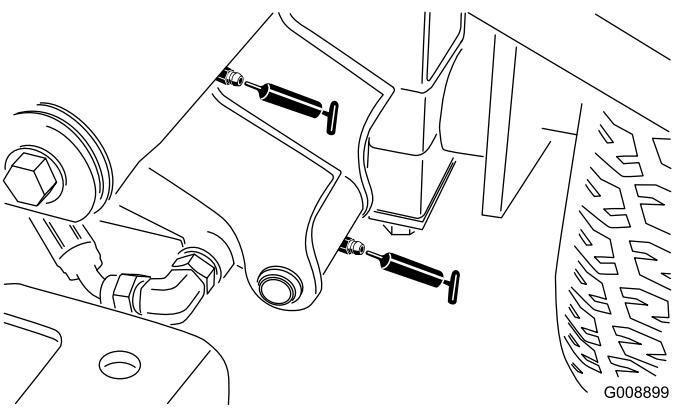

Figure 36
- Pivot de bras de levage avant droit et vérin de levage (2) (Figure 36)